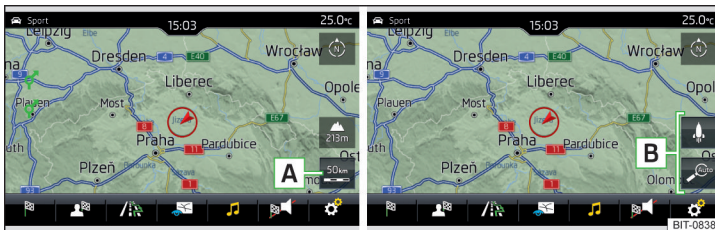

Abb. 199 Funktionsflächen für die Kartenmaßstabsänderung
► Die Funktionsfläche **A** » **Abb. 199** antippen.
Im Bereich **B** » **Abb. 199** werden Funktionsflächen für die Kartenmaßstabsänderung eingeblendet.